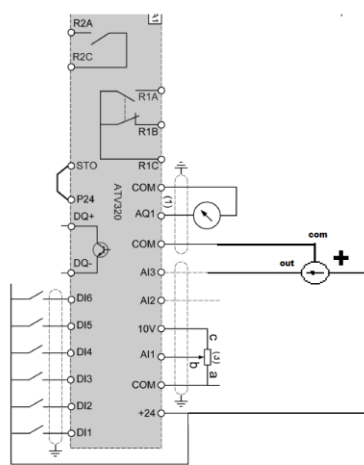

Figura 2
- En sensores de 3 o 4 hilos la conexion sería tal como se muestra en figura 2 . En sensores de este tipo es recomendable utilizar una Fuente externa dado que la interna es de poca potencia